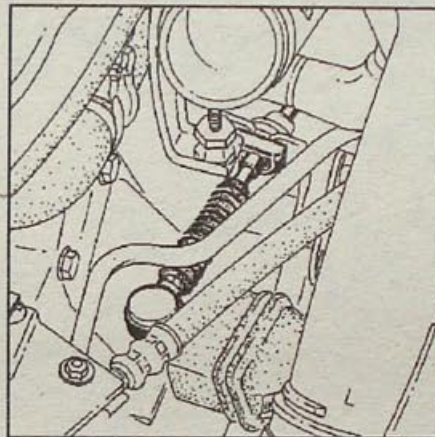

Рис. 4.19. Расположение троса привода переключения передач на коробке передач
- Отсоедините от коробки передач тросы привода переключения передач (рис. 4.19, 4.20).